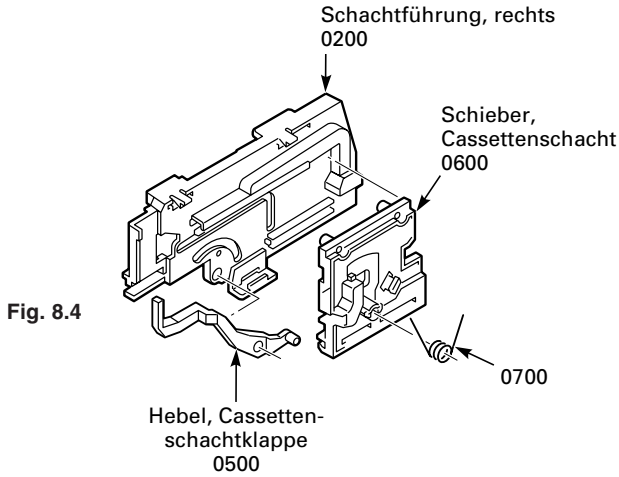

Fig. 8.4
- Feder (0700) aushängen (Fig. 8.4).
- Cassettenschachtschieber (0600) ganz nach hinten schieben und aus der rechten Schachtführung (0200) herausnehmen (Fig. 8.4).
- Danach kann der Cassettenschachtklappenhebel (0500) herausgenommen werden (Fig. 8.4).